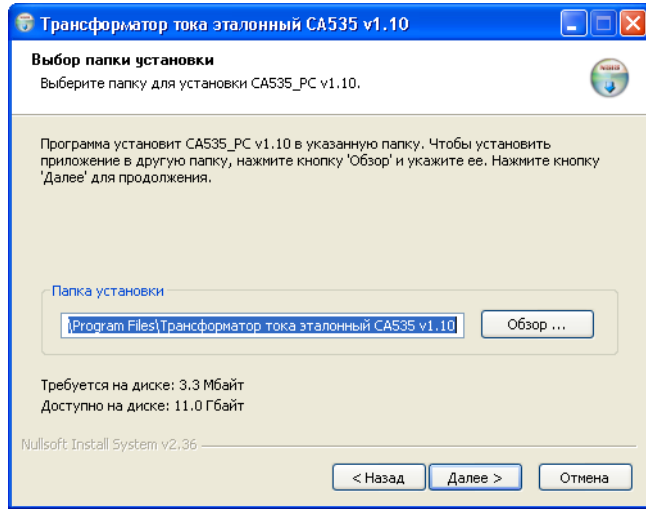

Рисунок 7.8
2) Визначити місце розміщення ПЗ, для чого в наступному вікні (рисунок 7.8) слід або погодитися із запропонованою за замовчуванням папкою "C:\ Program Files\ Трансформатор тока эталонный", або вибрати інший варіант, натиснувши кнопку **Обзор...**. Для продовження виконання програми установки ПЗ клацнути по кнопці **Далее>**.